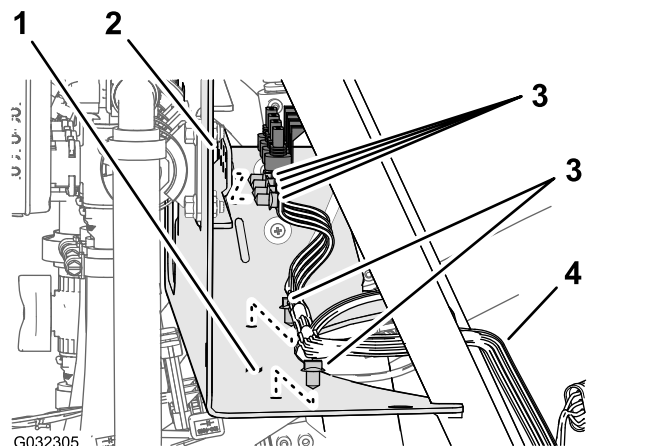

図 38
3. 後ワイヤハーネスをマニホルドマウントの前側および下部プレートに固定しているモミの木形のアンカーを外す 図 38。